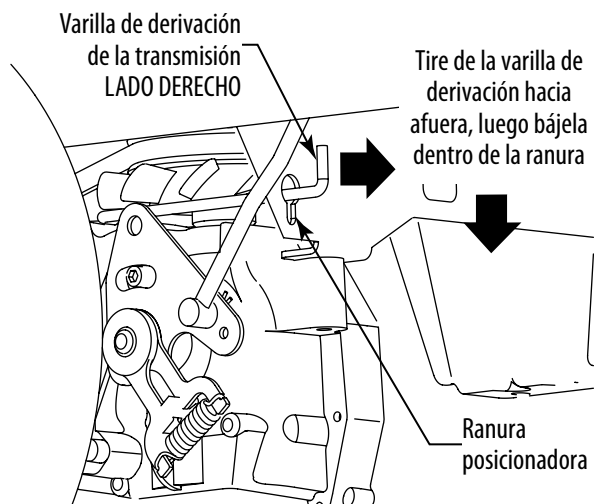

Figura 6-3
- Ubique las dos varillas de derivación, justo delante de los dos neumáticos traseros. Vea la Figura 6-3.